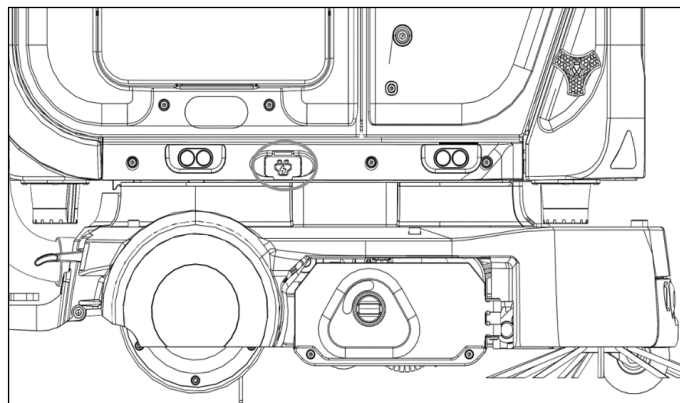
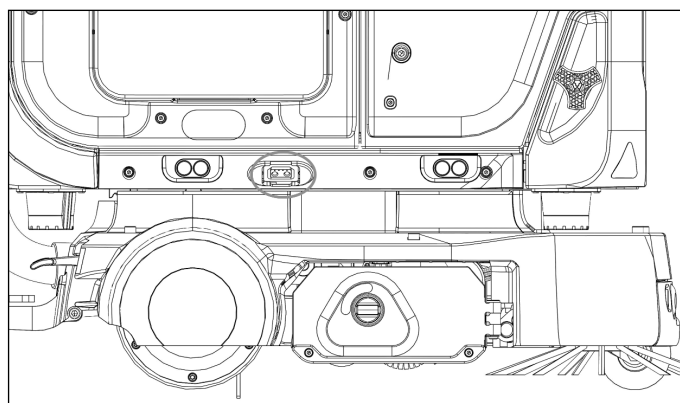

Figure 56
Figure 57
1. Soulevez le couvercle en caoutchouc du port de charge manuel (Fig. 56), (Fig. 57).